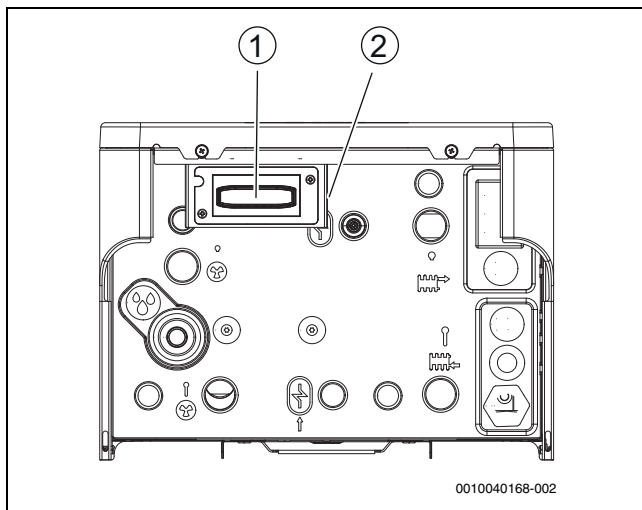

Bild 12 Connect-Key aufstellen
1. Hebel ausklappen (→[2], Bild 12).
2. Modul in den Halter einsetzen (→[1], Bild 12).